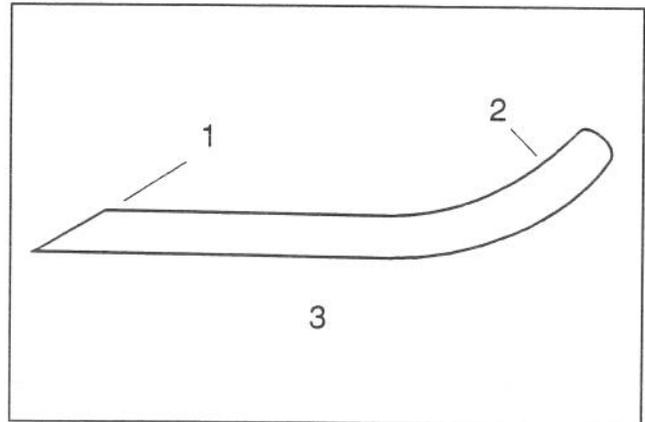

Abbildung 21
7. Die Schnittkanten an beiden Enden des Messerbalkens mit einer Feile schärfen (Abb. 21). Nur die Oberseite des Messerbalkens, nicht die Unterseite, schärfen.